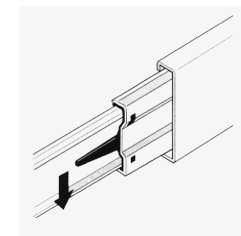
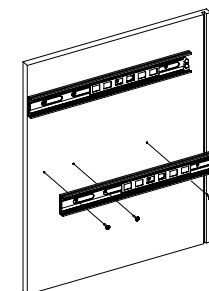

Рис.3
Рис.4
2. Отсоедините от основания телескопических направляющих внутренние планки, отогнув пластиковый рычажок фиксатора (Рис.3). Основания телескопических направляющих закрепите на деталях 1 и 2 винтами М5х8 (Рис.4).